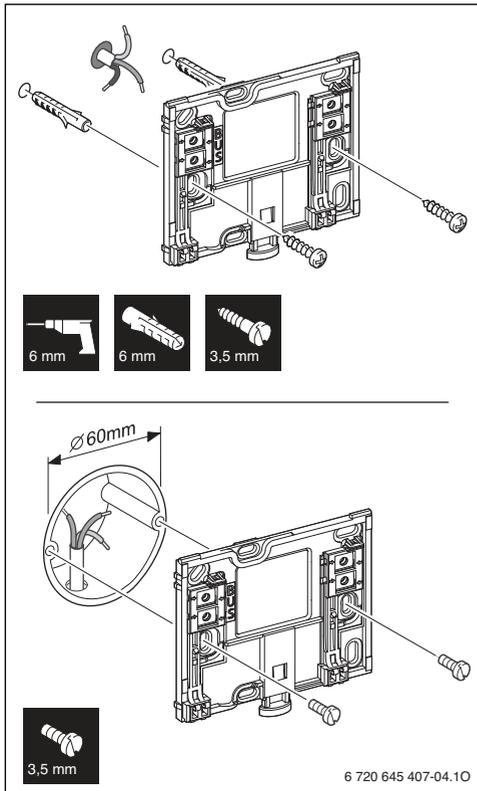

Рис. 5 Монтаж цоколя
- ▶ Установите цоколь на стену. (→ рис. 5).